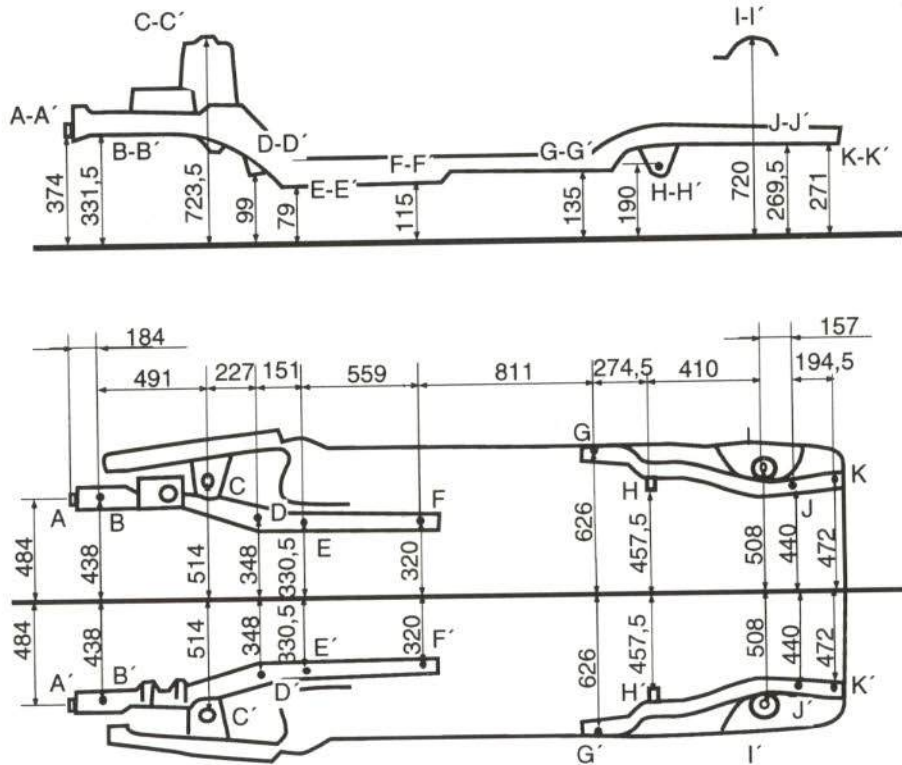

Figura 2.- Placa del constructor
- La placa del constructor se encuentra fijada al frente delantero (figura 2).